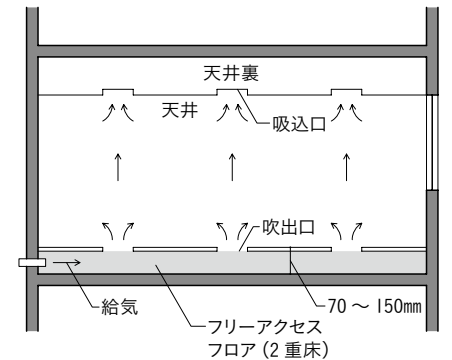

図 16 床吹き出し空調方式
1. 床吹き出し空調方式 (フリーアクセス空調方式) [図 16]